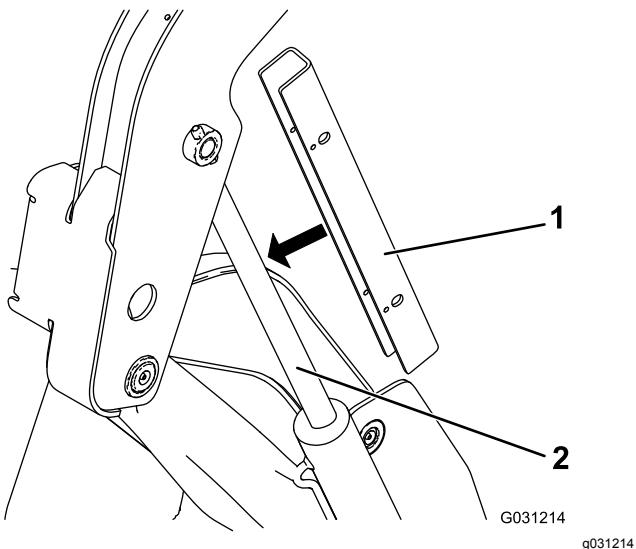

Figura 31
- Coloque el bloqueo del cilindro sobre la varilla del cilindro de elevación (Figura 31).